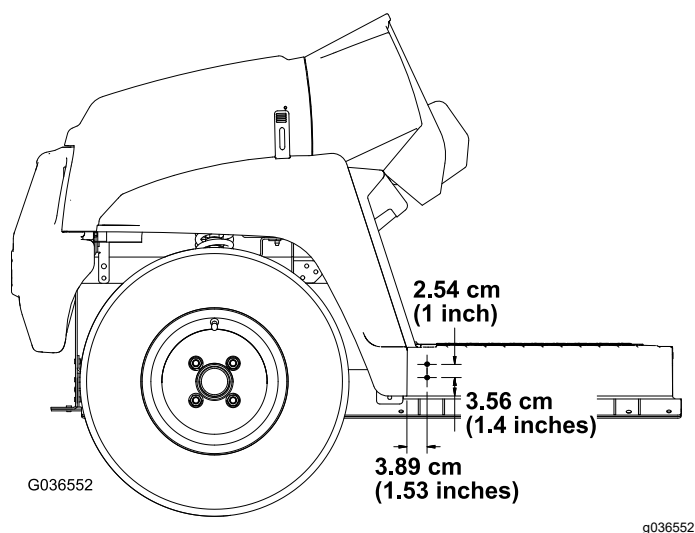

図 29
1. 機体の左右のフロアプレートの外側の、図 29に示された寸法位置に、直径 8mm の穴を 2 ヶ所開ける。